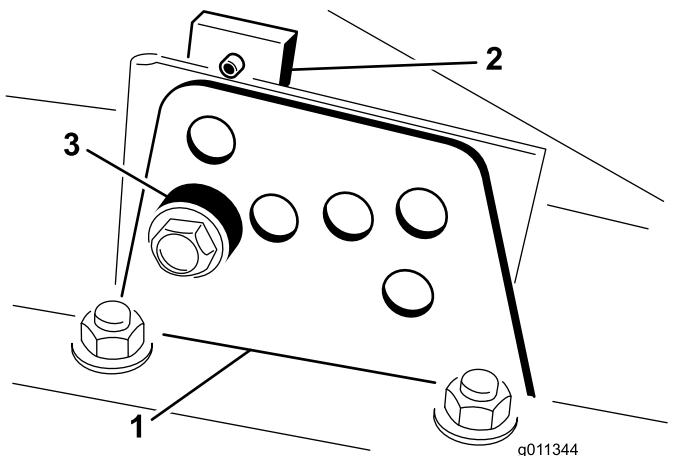

Рисунок 18
2. Ослабьте болт крепления каждого кронштейна высоты скашивания к пластине регулировки высоты скашивания (с передней и каждой боковой стороны); см. Рисунок 18.
4. Удерживая камеру, снимите проставку (Рисунок 18).